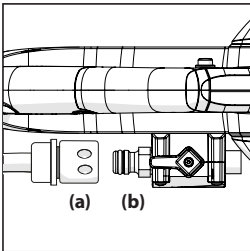

FIG. 6a & b
- Presione el conector de manguera (Fig. 6A) contra el adaptador de manguera de la válvula de agua (Fig. 6B). Se oirá un clic, el conector de manguera estará asegurado.